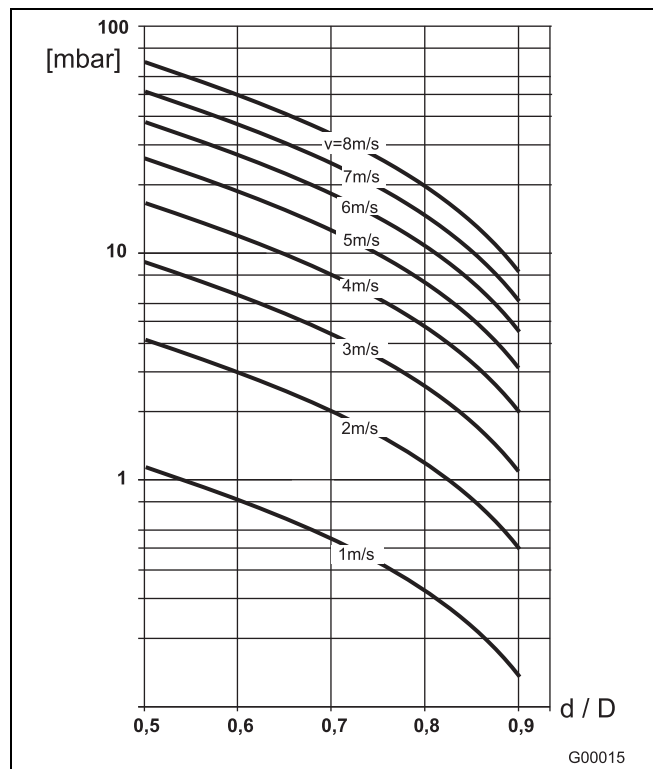

图 20
2. 根据流率范围诺模图确定流速（图 20）。
3. 读取图 20中的Y轴上的压降。